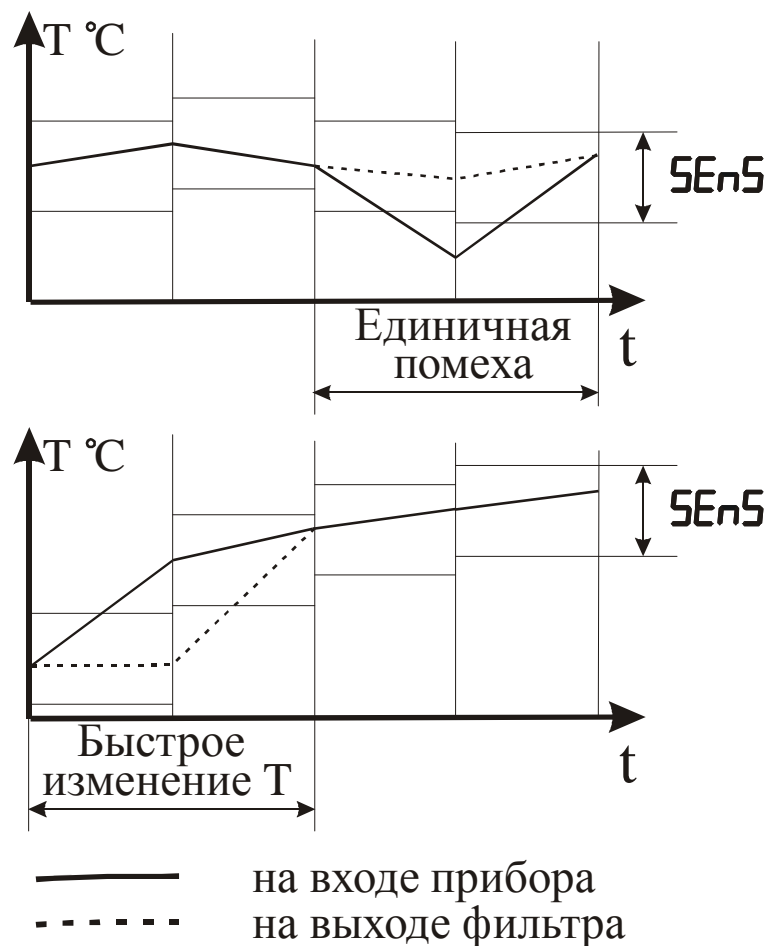

Рисунок 3.8 – Работа фильтра при воздействии случайной помехи и быстром изменении сигнала
3.3.2.8 С целью уменьшения влияния случайных импульсных помех на показания в прибор введена цифровая фильтрация. Работа фильтра описывается параметром “Полоса фильтра”. Если текущее значение температуры отличается от результатов предыдущего измерения на значение, которое превышает указанное в параметре “Полоса фильтра”, то проводится повторное измерение температуры, а на светодиодном индикаторе остается старое значение (см. рисунок 3.8).